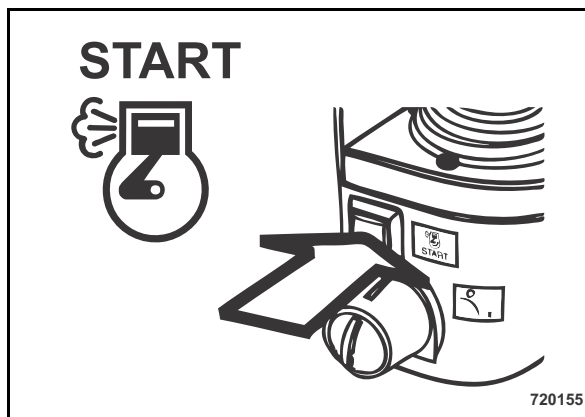

Рис. 34
- Для запуска двигателя нажать кнопочный выключатель стартера (Рис. 34).